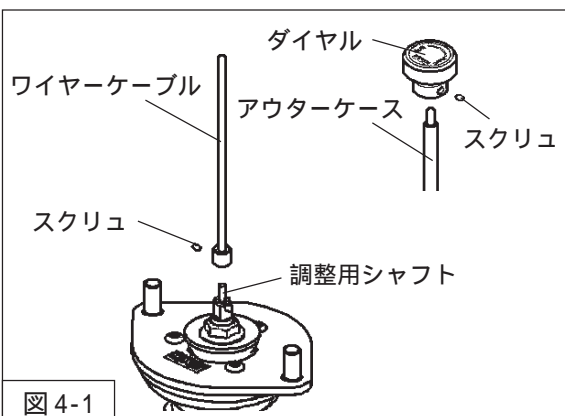

図 4-1
六角レンチ（1.5mm・同梱品）を使用して、スクリュをゆるめて取外してください。（図4-1）
2. リアダンパーASSY先端の調整用シャフトにワイヤークーブルを取付けてください。（図4-1）